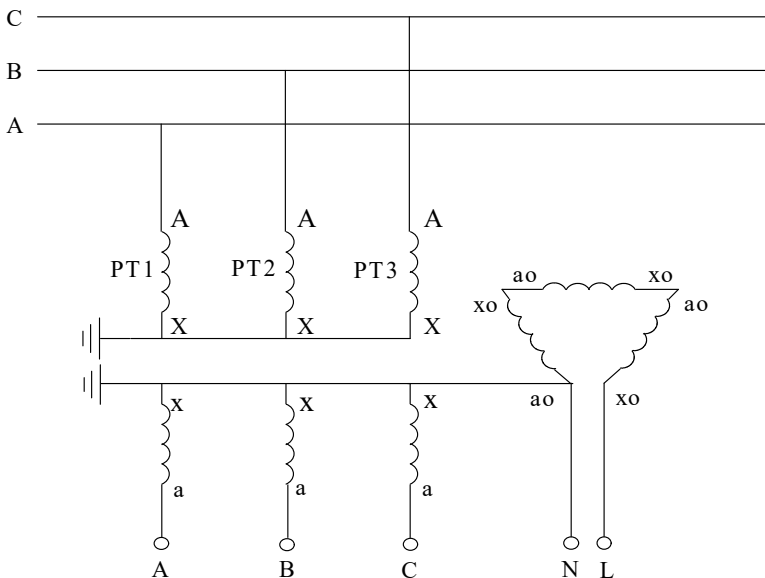
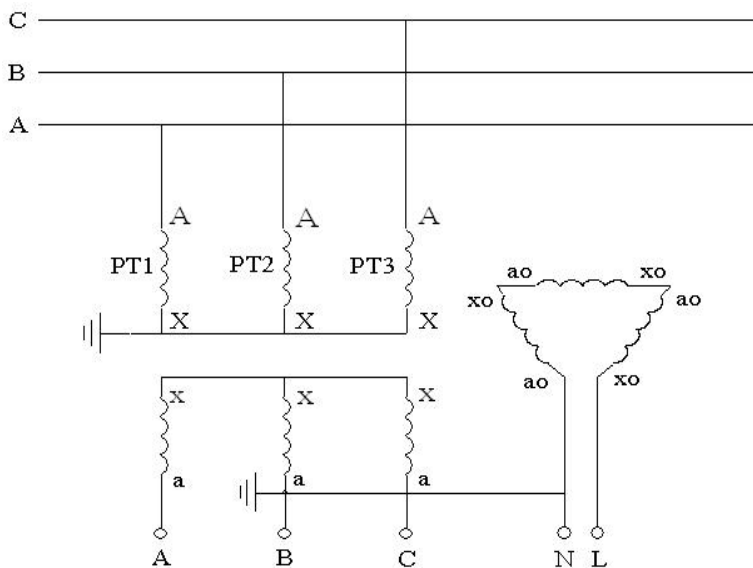

图 5 3PT 连接方式，N 接地
图 6 3PT 连接方式，B 相接地
这种连接方式分“N 接地”、“B 相接地”两种，分别如图 5 和图 6 所示。
图 5、图 6 所示的系统运行方式是从 PT 开口三角测量系统电容电流时所必须的运行方式。而对于一般的系统，并不都是处于这样的运行方式下，例如在系统中还接有消弧线圈、PT 高压侧中性点接有高阻消谐器、PT 开口三角接有二次消谐装置等。这时，为了使用测试仪进行容性电流的测量，必须将运行方式转换为图 5 或图 6 所示的运行方式。
- (1) 检查测量用的 PT 高压侧中性点是否安装有高阻消谐器，如有，将其短接。从测量原理可知，选用哪组 PT 进行测量，我们就只考虑这组 PT 的接线情况。而无需关心系统内的其他 PT 的情况。如果系统中有些 PT 安装高阻消谐器，有些没安装，则完全可以从没有安装高阻消谐器的 PT 进行测量，这样可以省去短接消谐器的工作。
- (2) 检查消弧线圈是否全部退出运行。在有电气联系的被测电压等级系统中所有消弧线圈均要退出运行，并非只退出该变电站的消弧线圈。同时只考虑被测电压等级的情况，无需考虑其他电压等级的情况。例如，被测变电站 A 为 10kV 系统，并通过联络线与变电站 B 的 10kV 系统相连，变电站 A 有 2 台消弧线圈，变电站 B 有 1 台消弧线圈，则测量时有电气联系的这 3 台消弧线圈均要退出运行；而 35kV 系统有无消弧线圈则无需考虑。
- (3) 退出 PT 开口三角的消谐装置。如果经过实测证明，开口三角所接的某些厂家某些型号的二次消谐装置对测量结果没有影响，则消谐装置可以不退出运行。一般对于微电脑控制的消谐器，其只有在系统有谐振发生时才动作，该类消谐器一般对测量无影响。
- (4) 如果 PT 二次侧并列运行（很少见），则将其改为单独运行。
- (5) 确保将测试仪的电流输出端正正确接到图 6 的开口三角 N-L 上。一般在二次的端子编号为 N600 和 L630。为了确保连接正确，可以按下列方法进行检查：用万用表分别测量 PT 二次侧三相电压和开口三角电压；将三相电压中的最大值减去最小值得到的差和开口三角电压比较，如果两者差不多，就说明找到的开口三角端是正确的；